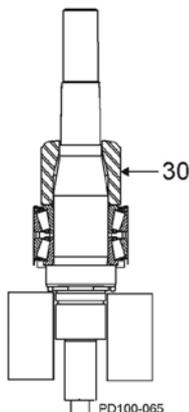

Abb. 51 Einbau der Lagerdistanzhülse
9. Schieben Sie die Lagerdistanzhülse auf die Welle (Abb. 51, Pos. 30).